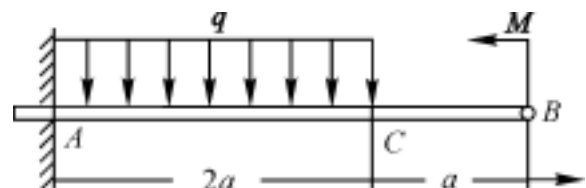

图 1.12
2. 求图 1.12 所示悬臂梁固定端的约束反力和反力偶。已知 $M = qa^2$ 。